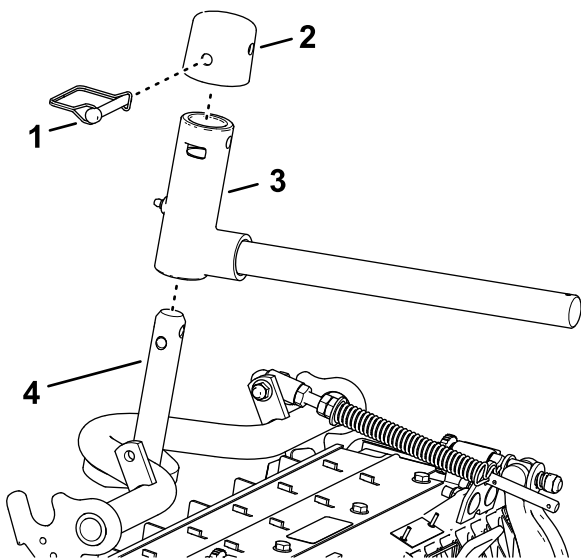

Рисунок 27
- Установите втулку подъемного рычага на вал несущей рамы (Рисунок 27).